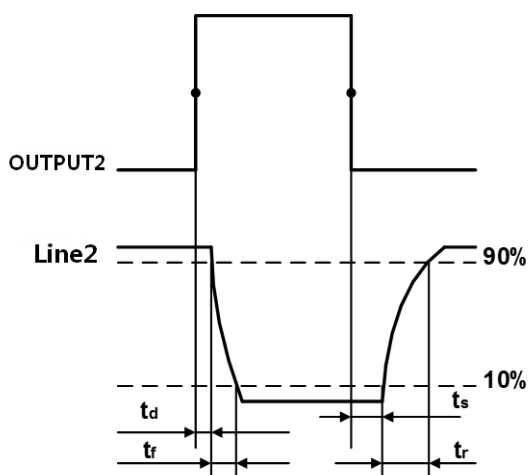

图 7-12 Line2 输出电路参数
- 上升沿延时=tr+td: <20μs (0°C~45°C)，参数说明见图 7-12
- 下降沿延时=ts+tf: <20μs (0°C~45°C)，参数说明见图 7-12